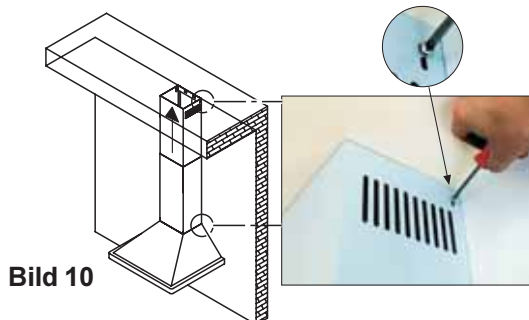

Bild 10
- Den Abzug mit 2 Schrauben oben und 2 unten befestigen (2 pro Seite). **Bild 10.**